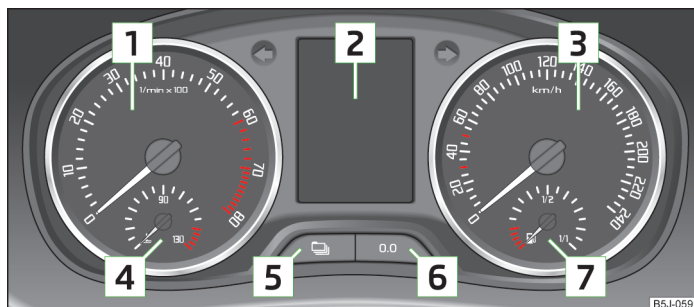

Fig. 2 Combiné d'instruments
La zone rouge du cadran du compte-tours **1** » fig. 2 à la page 10 représente la zone dans laquelle le calculateur du moteur commence à limiter le régime moteur. Le calculateur du moteur limite le régime moteur à des valeurs limites sûres.
L'indicateur de température du liquide de refroidissement **4** » fig. 2 à la page 10 ne fonctionne que si le contact est mis.
La jauge de carburant [7] » fig. 2 à la page 10 ne fonctionne que si le contact est mis.
La remise à zéro de l'affichage s'effectue en appuyant de façon prolongée sur la touche [6] » fig. 2 à la page 10.
L'horloge se règle au moyen des touches [5] et [6] » fig. 2 à la page 10.
- Appuyez de façon répétée sur la touche [5] » fig. 2 à la page 10 jusqu'à ce que l'affichage du totaliseur kilométrique clignote » page 12.